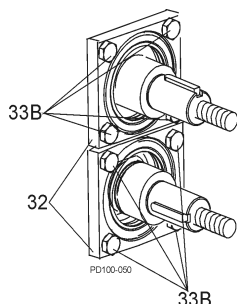

Figura 42 - Retire los retenes del rodamiento
3. Retire los tornillos de retención del rodamiento delantero (Figura 42, artículo 33B) y quite los retenedores de rodamientos (artículo 32). (Si un retenedor está atascado, déjelo en su lugar, se presionará cuando se retire el eje).